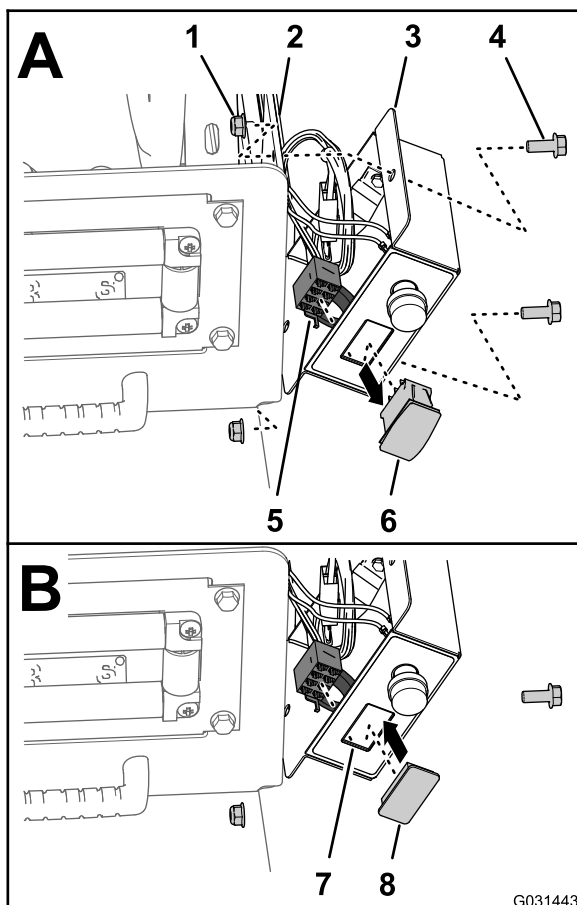

図 7
1. コントロールボックスをリール取り付けプレートに固定しているボルト5/16" x 3/4" 2本とロックナット5/16" 2個を取り外す 図 7。
2. 水圧制御スイッチから、コントロールボックス用の8ソケットコネクタを外す【図 7】。
3. 8ソケットコネクタをコントロールボックス内部に引き込む【図 7】。
4. 水圧制御スイッチのロックタブをつまんで、スイッチをコントロールボックスの外に押し出す【図 7】。
5. スイッチを外したところコントロールボックス開口に、スイッチプラグを合わせる【図 7】。
6. コントロールボックス内部にスイッチプラグを入れ、プラグがカバーにパチンと音を立ててはまるまで押し込む【図 7】。
7. コントロールボックスをリール取り付けプレート【図 7】に固定するボルト5/16" x 3/4"2本と、ロックナット5/16"2個を使用。